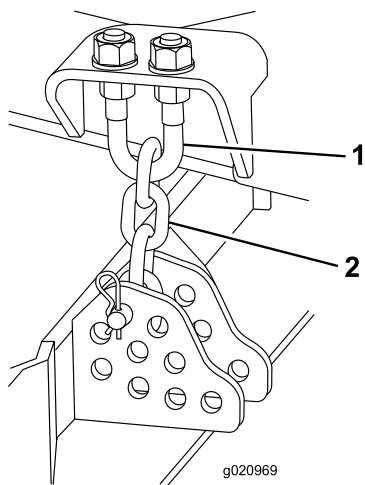

Рисунок 123
1. Отпустите верхние или нижние зажимные гайки на U-образном болте цепи высоты скашивания (Рисунок 123).